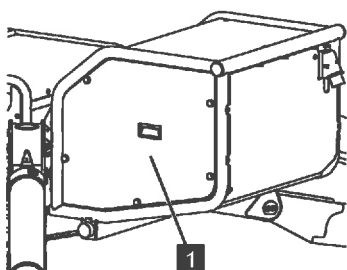

Abb. 174
4. Die Abdeckung (Abb.174/1) abschrauben.